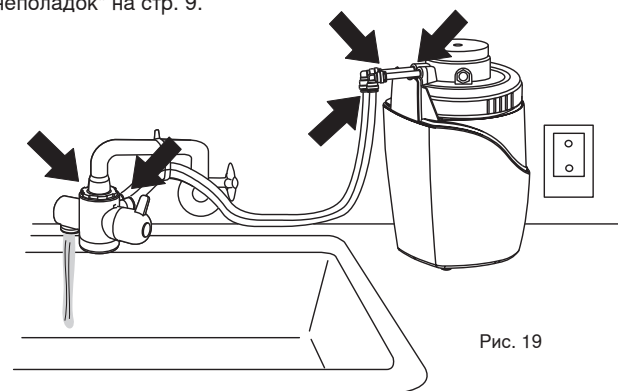

Рис. 19
2. **Проверьте** герметичность дивертора и всех соединений трубок (рис. 19). Если происходит утечка, см. раздел "Устранение неполадок" на стр. 9.